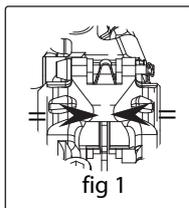

fig 1
d) Aux deux extrémités de l'étrier, ajustez sa position afin qu'il soit parfaitement placé, symétriquement par rapport à la tranche du disque (voir flèches fig. 1).